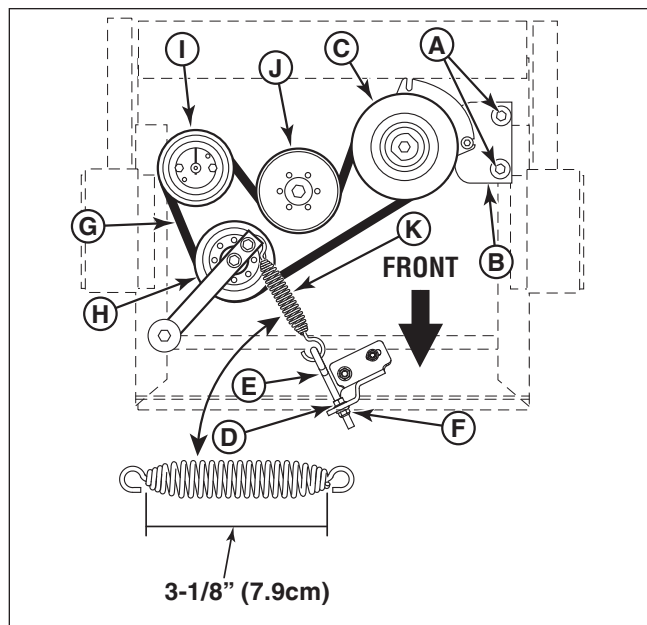

Figura 24. Correa de empuje de la bomba (S/N: 2015675571 y arriba)
3. Retire los pernos de anclaje del embrague (A, figura 24) que fija el cojinete de anclaje del embrague (B) al anclaje.
4. Desconecte el embrague de la toma de fuerza (C) desde el cableado preformado.